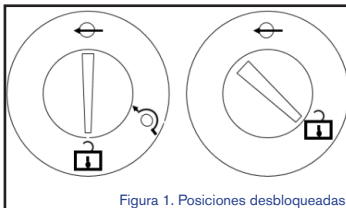

Figura 1. Posiciones desbloqueadas
Paso 1: Gire el interruptor de bloqueo a la posición desbloqueada, según se muestra en la Figura 1. Ahora ya puede instalar AbCan en la máquina.